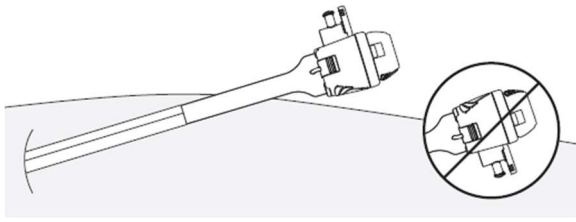

図 1
- (4) バルーン送気孔を腹部に対して垂直且つ背を向けた状態で切開部位にダイセクティングバルーンを挿入する。（図 1 参照）